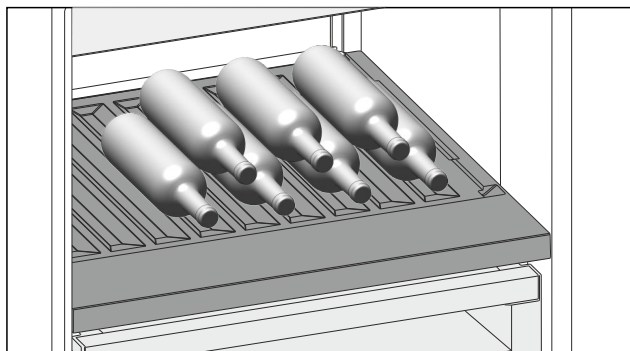

Fig. 115
- Introduzca las botellas con la base orientada hacia la pared posterior. (consulte Fig. 115)